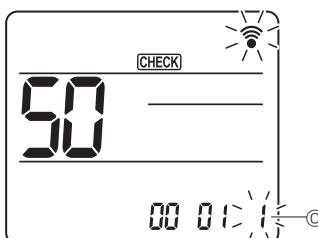

Fig. 6-19
④ Välja inställningsnummer
Använd knappen [▼] för att ändra inställningsnummer ④. (Fig. 6-19)